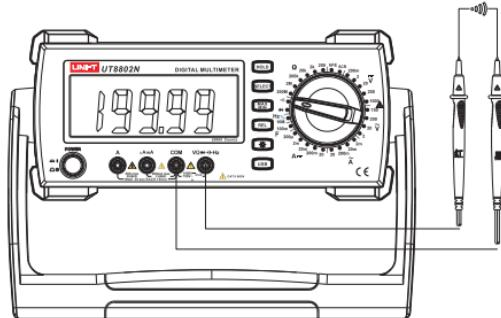

图7. 蜂鸣通断测量
- 2) 将仪表的旋转开关转到"图7"测量档，旋转开关转到通断测试档，图7将表笔并联到被测电阻二端上。电路良好导通阻值设定为 $<50\Omega$ ，蜂鸣器连续发声；